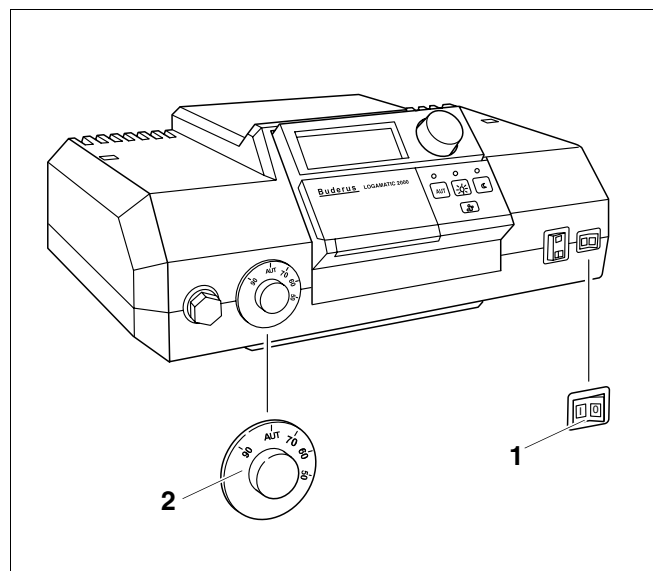

Fig. 3 Aparato regulador (aquí p. ej.: Logamatic 2000)
Ponga en marcha la caldera a través del aparato regulador (en el ejemplo (fig. 3): aparato regulador de la serie 2000). Al poner en marcha el aparato regulador, el quemador se pondrá automáticamente en funcionamiento. A continuación, el quemador podrá ponerse en marcha desde el aparato regulador. Encontrará más información al respecto en las instrucciones de uso del aparato regulador correspondiente o del quemador.
- Coloque el regulador de temperatura del agua de la caldera (fig. 3, **pos. 2**) en "Automático".
- Posicione el interruptor de funcionamiento (fig. 3, **pos. 1**) en "I" (ON).
Ponga fuera de servicio la caldera a través del aparato regulador (en el ejemplo (fig. 3): aparato regulador de la serie 2000). Al poner fuera de servicio el aparato regulador, el quemador se desconecta automáticamente.
- Coloque el interruptor de funcionamiento (fig. 3, pos. 1) en la posición "0" (OFF).